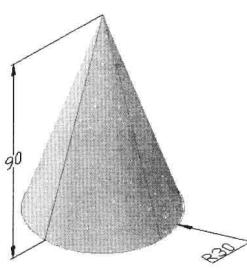
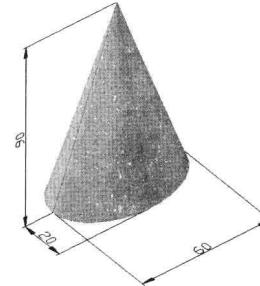

图 8-2-9
图 8-2-10
- (1) 在“建模”面板中单击向下三角形按钮▼，在弹出的列表中选择“圆锥体”按钮△。
- (2) 命令行提示“指定底面的中心点或 [三点 (3P) / 两点 (2P) / 相切、相切、半径 (T) / 椭圆 (E)]”，在视图中单击，确定中心点位置。
- (3) 命令行提示“指定底面半径或 [直径 (D)]”，输入“30”，按 Enter 键。
- (4) 命令行提示“指定高度或 [两点 (2P) / 轴端点 (A) / 顶面半径 (T)] <80.0000>”，输入“90”，按 Enter 键。创建的圆锥体效果如图 8-2-9 所示。
- (5) 单击“圆锥体”按钮△，命令行提示“_cone 指定底面的中心点或 [三点 (3P) / 两点 (2P) / 相切、相切、半径 (T) / 椭圆 (E)]”，输入“e”，按 Enter 键。
- (6) 命令行提示“指定第一个轴的端点或 [中心 (C)]”，在视图中单击，确定端点位置。
- (7) 命令行提示“指定第一个轴的其他端点”，输入“@60, 0”，按 Enter 键，即椭圆一个轴的全长为 60。
- (8) 命令行提示“指定第二个轴的端点”，输入“20”，按 Enter 键，即椭圆另一个轴的半长为 20。
- (9) 命令行提示“指定高度或 [两点(2P)/ 轴端点(A)/ 顶面半径(T)] <90.0000>”，输入“90”，按 Enter 键。椭圆锥体效果如图 8-2-10 所示。